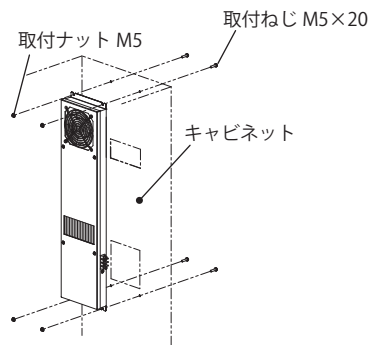

図 3 取付方法(内側取付例)
3. 付属の取付ねじ M5×20 と取付ナット M5 を利用して、キャビネットに確実に固定してください。(図 3)